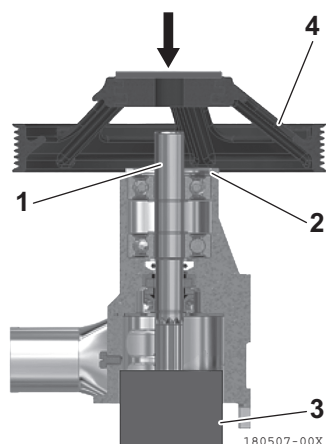

Figure 19
6. Insérez le nouveau kit d'arbre (**Figure 19, (1)**) dans la pompe à eau de mer et installez le circlip (**Figure 19, (2)**).
8. Placez la pompe à eau de mer sur le support (**Figure 19, (3)**) qui soutient l'extrémité de l'arbre.
9. Enfoncez la poulie (**Figure 19, (4)**) par le haut.